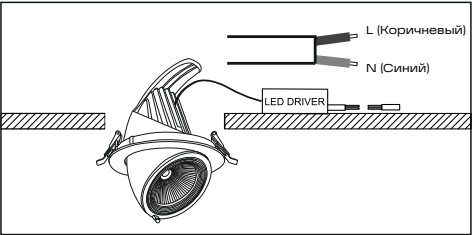

Рис. 2
- 5.6 Подключите осветительный прибор к питающей сети в следующем порядке (рис. 2):